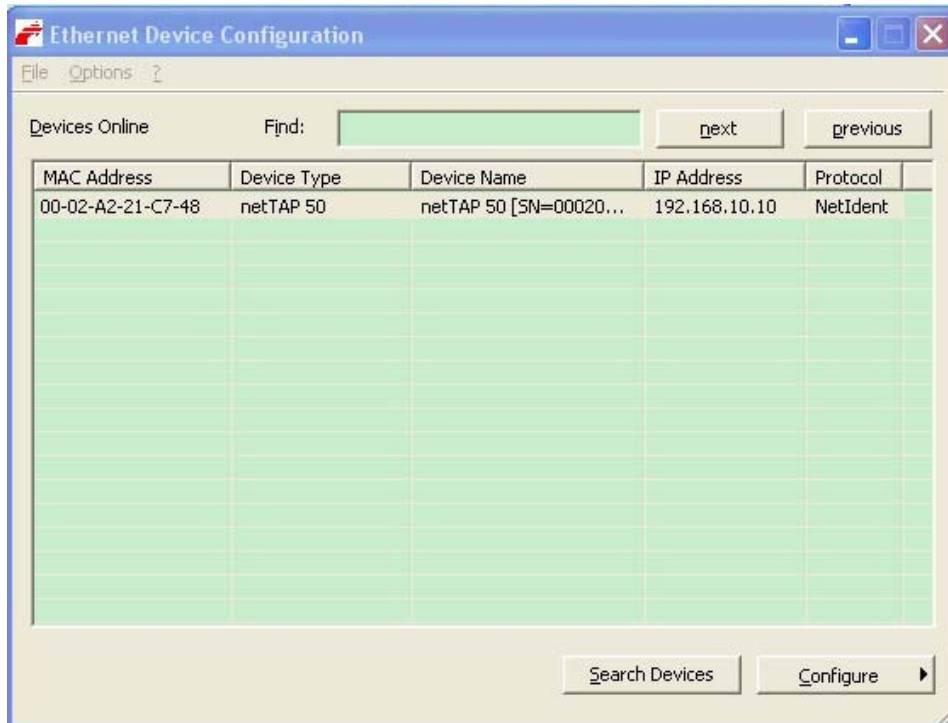

图16
5) 此时，网关的IP地址已改为设置的地址，如图16所示；也可再次单击Search Devices按钮进行检查。